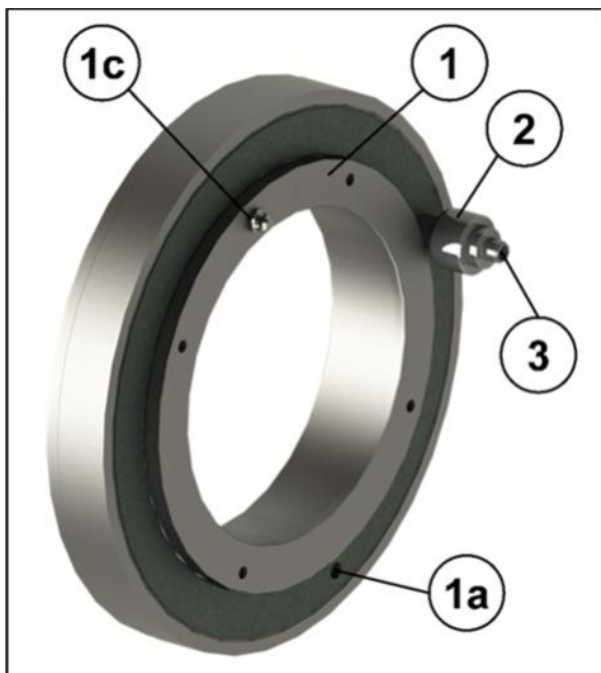

Bild 1: Lagerkraftaufnehmer
Bild 1 zeigt den typischen Aufbau:
Der Lagerkraftaufnehmer (1) wird in die im Durchmesser entsprechend gestalteten Aufnahmebohrungen (2) der Lagerstelle eingesetzt und anhand der angesprochenen Merkmale (vgl. Bild 1) gegen nicht vorgesehene Bewegung gesichert (3). An dem innenliegenden Durchmesser des Lagerkraftaufnehmers befindet sich eine definierte Krafteinleitungsfläche (4). Die dort eingeleitete Kraft  $F$  wird durch Auswertung der sich ergebenden Verformung des Messkörpers auf die Messelektronik übertragen und als elektrisches Signal ausgegeben.